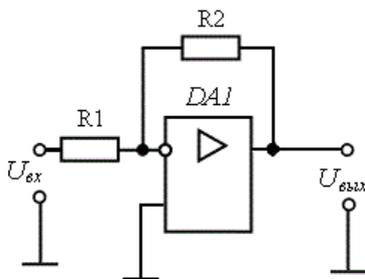

Рис. 5.2. Схема инвертирующего усилителя
**Инвертирующий усилитель.** Инвертирующий усилитель представляет собой устройство, которое преобразует входное напряжение в выходное напряжение противоположной полярности. В случае синусоидального напряжения образуется фазовременной сдвиг  $180^\circ$  между входным и выходным сигналами. Инвертирующий усилитель может быть использован для усиления или ослабления входного сигнала. Его принципиальная схема показана на рис. 5.2.